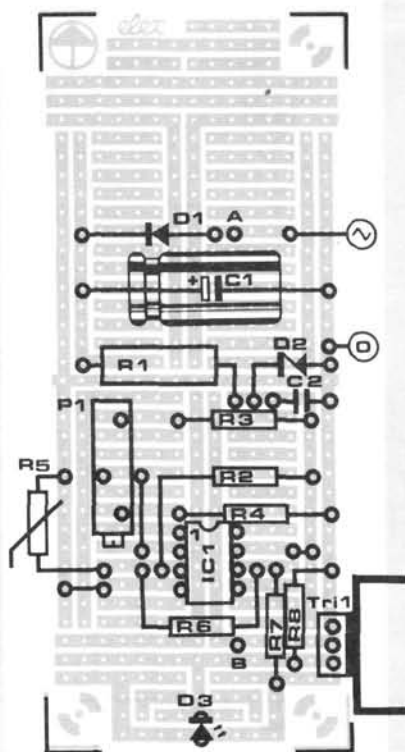

Figure 2 - L'ensemble tient sur une platine de format 1. Le triac a besoin d'un petit refroidisseur car lui aussi dégage de la chaleur.
La construction du montage électronique ne pose pas de problème, tout se loge sur une platine d'expérimentation de format 1, y compris le petit refroidisseur du triac. Donc, pas de commentaire de la **figure 2**. L'autre partie du travail est plus délicate : il s'agit de la fabrication de l'élément chauffant à partir de fil résistant. Vous pouvez, au choix, l'installer
**Figure 2 - Si on dessine les deux files de rails, on voit immédiatement la cause du court-circuit : la polarité d'un rail ne peut pas correspondre à la fois aux deux positions.**
quoi ce qui est possible sans problème pour le cheval d'avoine est moins facile pour le cheval de feu\*. La raison est plutôt géométrique qu'électrique. Après l'algèbre et les intégrales triples, de la géométrie ? Oui, mais simple, restez avec nous. La figure 2 représente deux tracés de voie simplifiés avec les deux files de rails. Dans le cas a, rien de particulier à signaler ; les choses se compliquent dans